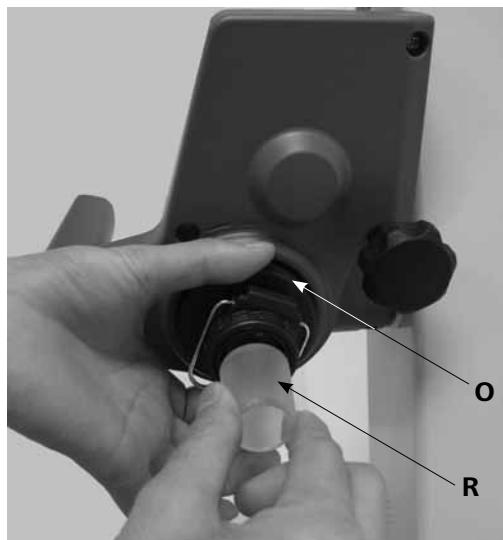

Fig.14b
- 顺时针转动锁定装置 (**O**) 60°进行锁定。(Fig. 14b)